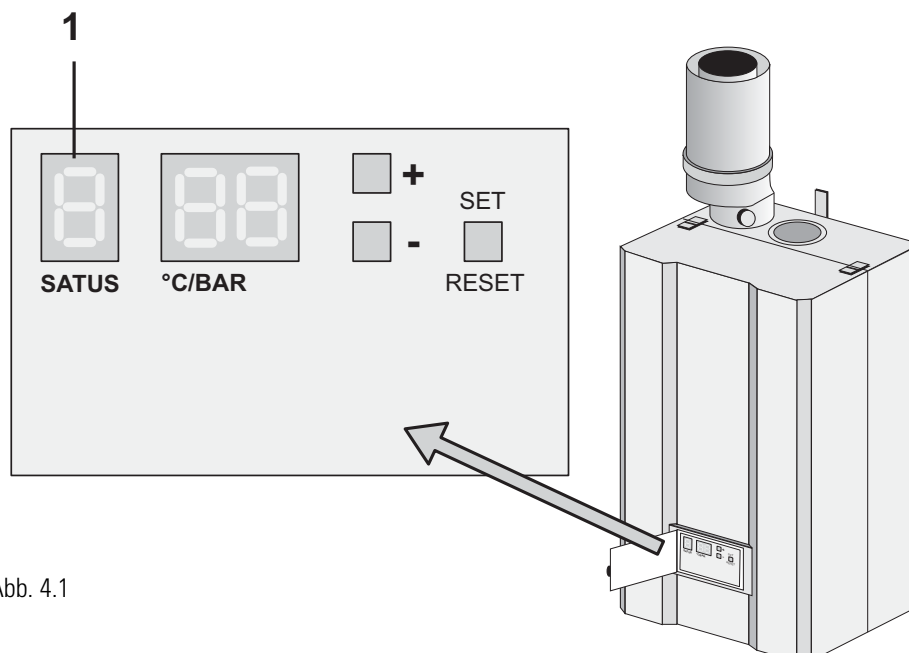

Abb. 4.1
Wenn das Gerät zu diesem Zeitpunkt noch nicht mit Wasser gefüllt ist, erscheint im Display (1) (Abb. 4.1) der Buchstabe P; das Display blinkt dabei. Die beiden Ziffern im Display geben den Wasserdruck an.